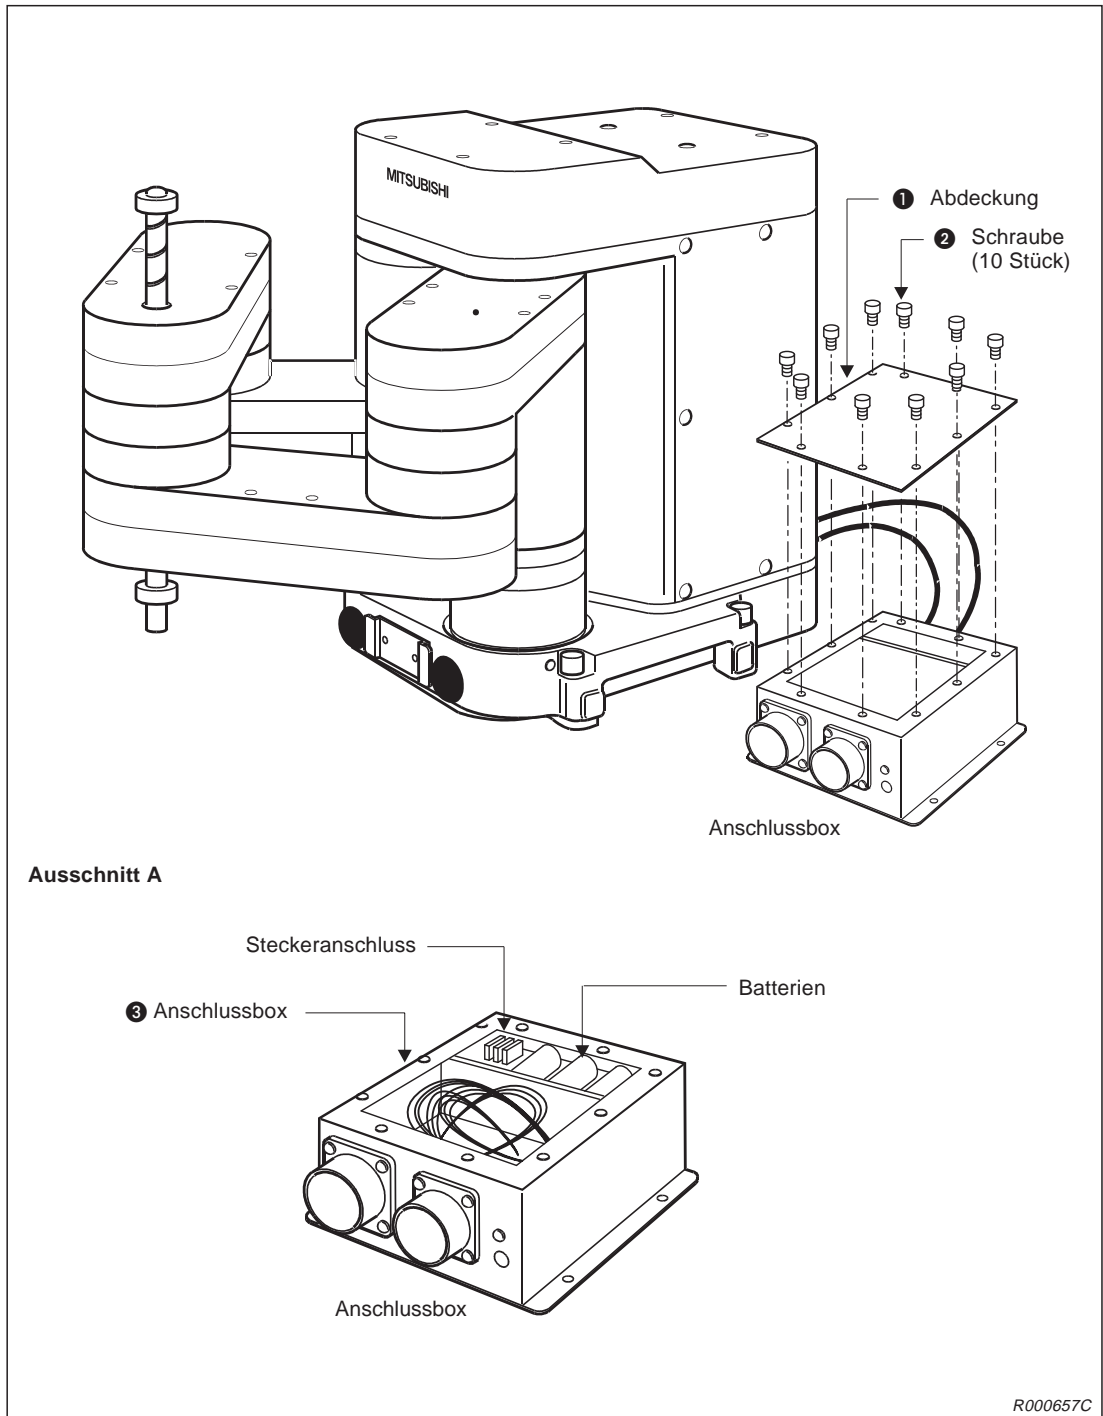

Abb. 5-10: Austausch der Batterien des Roboterarms
In Abb. 5-10 wird der Austausch der Batterien gezeigt. Gehen Sie beim Austausch der Batterien wie folgt vor:
- ① Überprüfen Sie die Kabelverbindungen zwischen Steuergerät und Roboterarm.
- ② Schalten Sie das Steuergerät ein. Das Steuergerät liefert während des Batteriewechsels die Versorgungsspannung für die Encoder. Der Roboterarm muss mit dem eingeschalteten Steuergerät verbunden sein, damit die Positionsdaten nicht verloren gehen.
- ③ Betätigen Sie zur Sicherheit den NOT-HALT-Taster.
- ④ Entfernen Sie die Schrauben ② und die Abdeckung ① der Anschlussbox ③.
- ⑤ In der Anschlussbox befinden sich die Batteriehalter (siehe Ausschnitt A in Abb. 5-10). Lösen Sie die Batterien aus den Haltern und trennen Sie die Steckeranschlüsse.
- ⑥ Setzen Sie die neuen Batterien ein. Stecken Sie die Anschlussstecker wieder auf.